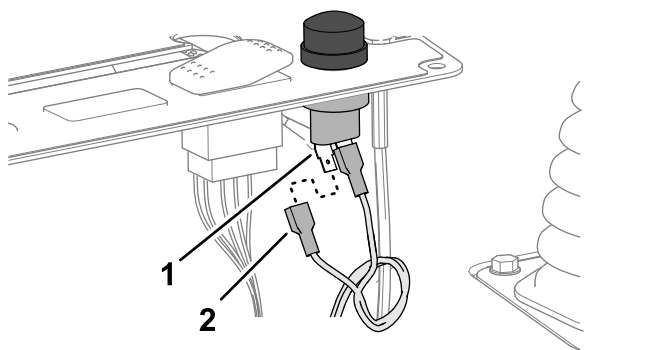

図 18
4. ワイヤハーネスのうち、HORN SWITCHというラベルのついた端子 2 個を、ホーンスイッチの端子に接続する 図 18。